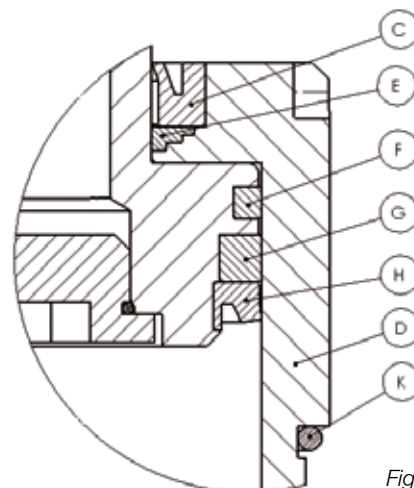

Fig. 1
- 6.10 Inserire l'anello di guida (pos. E) e l'anello raschiaolio (pos. C) nel corpo del cilindro, agendo con cautela per mezzo di una martello di gomma (osservarne la corretta posizione, vedi fig. 1).
- 6.13 Inserire la guarnizione (pos. H), osservandone la corretta posizione, vedi fig. 1.